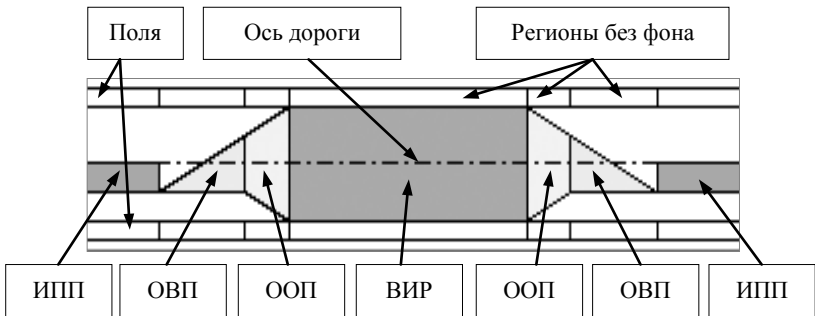

Рис. 14.3
На рис. 14.3 показан участок графы после расчёта виража.
1. Исходные параметры покрытия (ИПП) – участок дороги с поперечным профилем, принятым до устройства виражей. На рис. 14.3 показаны интервалы ИПП с двускатным профилем.